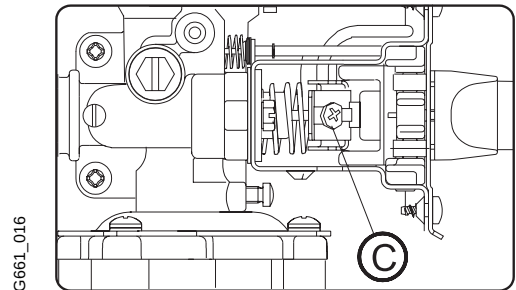

Fig. 8
Para tal fin, basta conectar el interruptor (ver fig.8).
El margen de regulación automática puede ser limitado mediante el ajuste del mando selector de potencia (ver fig. 8). Moviendo el cursor a la derecha, aumenta el límite superior del margen de regulación, y por tanto aumenta la potencia máxima del aparato.
Ajustar el mínimo de gas actuando sobre el tornillo (C) (Fig. 8) de forma que la altura de llama tenga la mitad de la altura máxima.